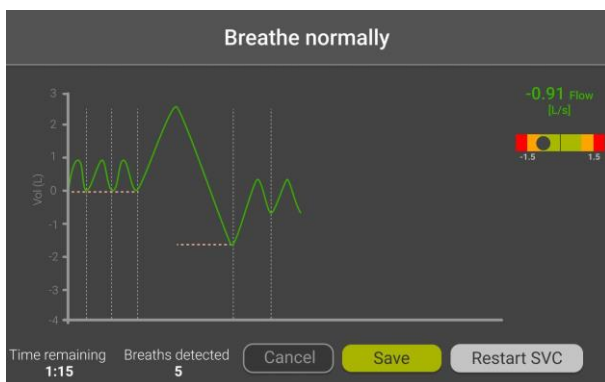

Abbildung 54 - Bildschirm für die langsame Spirometrie
Die aktuellen langsamen Spirometrie-Volumina, die vom Gerät berechnet und angezeigt werden, sind die inspiratorische Kapazität (IC) und die langsame Vitalkapazität (SVC). Nachdem Sie *Add SVC* (SVC hinzufügen) gedrückt haben (siehe Abschnitt *Messung von FOT-Parametern*), wird das Gerät Sie durch die Messung dieser Parameter führen (Abbildung 54). Die Volumenkurve wird auf dem Bildschirm als durchgezogene Linie angezeigt.